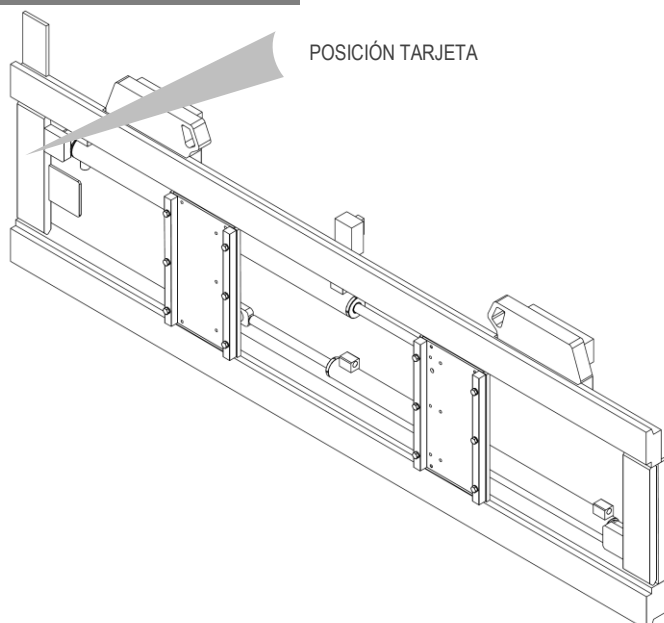
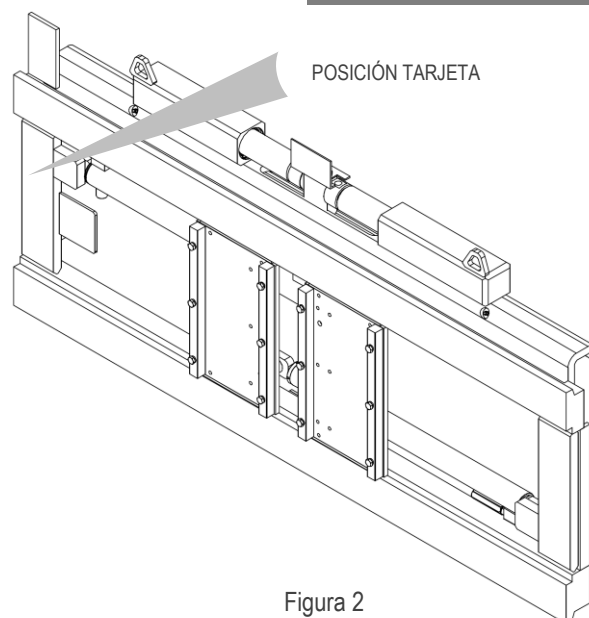

Figura 1
Figura 2
Todos los equipos A.T.I.B. – POSICIONADOR DE HORQUILLAS TIPO 675 | 676 son identificados de una tarjeta adhesiva (mira *Tabla 1*) puesta sobre el equipo (mira *Figura 1* y *Figura 2*), siempre referirse a la matricula.
5. Para la manipulación, utilice correas o cadenas del tamaño adecuado para el peso del equipo indicado en la tarjeta (mira *Figura 1* e *Tabla 1* a pag.6).
10. Conecte el circuito hidráulico; asegurándose de que la presión de trabajo de las tuberías sea superior o igual a la indicada en la tarjeta identificadora (mira *Figura 1* y la *Tabla 1* a pag.6).
6. Para la manipulación, utilice correas o cadenas del tamaño adecuado para el peso del equipo indicado en la tarjeta (mira *Figura 2* y *Tabla 1* a pag.6).
12. Conecte el circuito hidráulico; asegurándose de que la presión de trabajo de las tuberías sea superior o igual a la indicada en la tarjeta identificadora (mira *Figura 2* y *Tabla 1* a pag. 6).